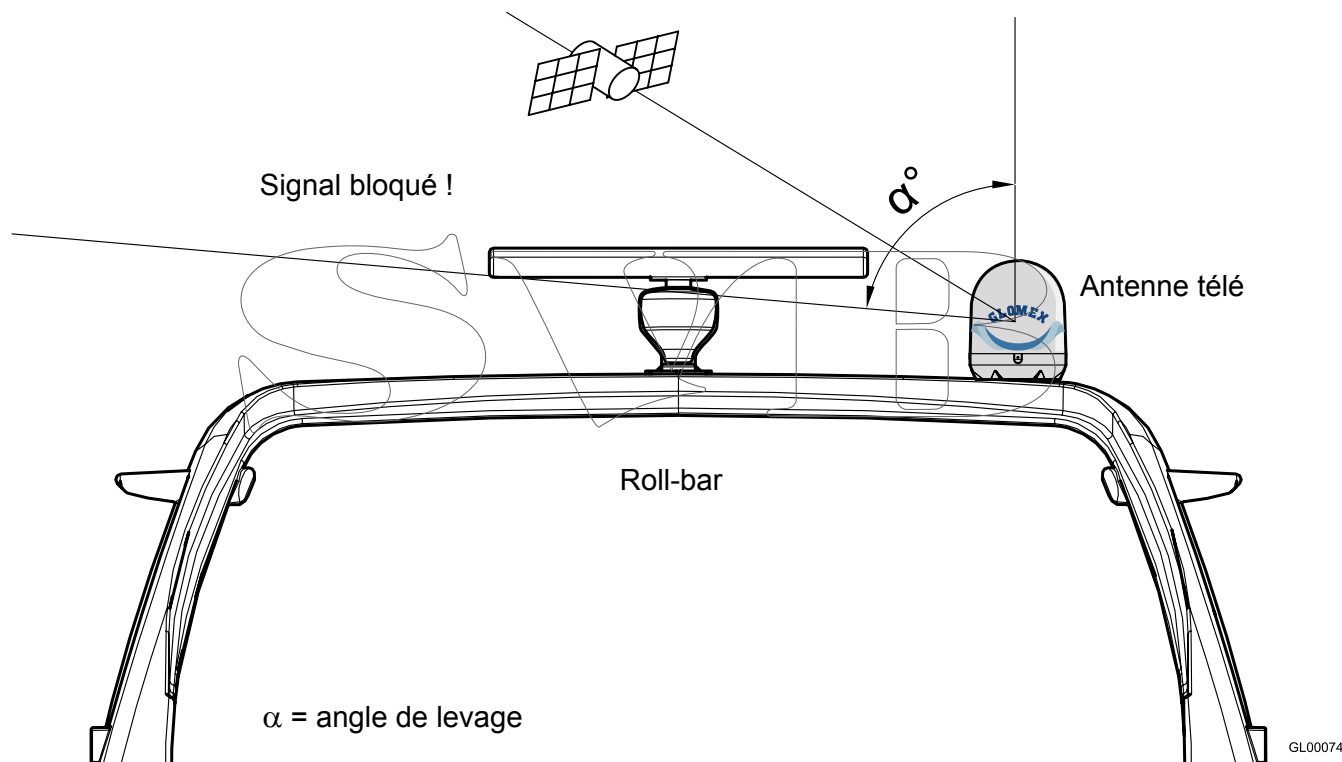

Fig. 4
- l'antenne nécessite d'un angle de levage α entre 5° et 90° pour recevoir les signaux satellitaires (Fig. 4).